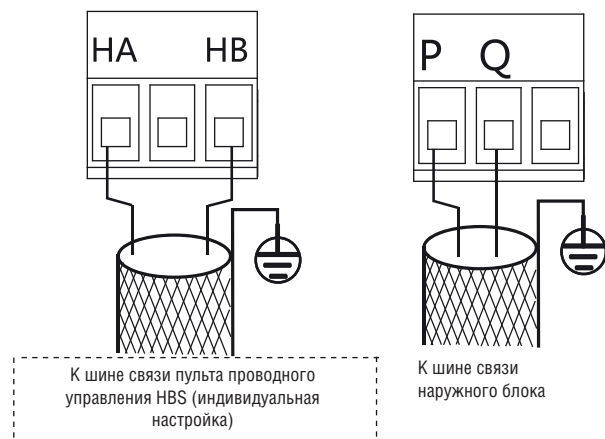

Рисунок 7-3
- Связь между внутренним и наружным блоками осуществляется по протоколу RS485 с интерфейсом связи «P, Q». (См. рис. 7-3).
- Связь между внутренним блоком и проводным пультом управления осуществляется по протоколу HOME BUS с интерфейсом связи «НА, НВ», эта связь является дополнительной. (См. рис. 7-3).
- Присоедините провода электродвигателя перемещения жалюзи в соответствии с п. 4.5 «Установка декоративной панели». Схема клеммной колодки показана на рис. 7-3.